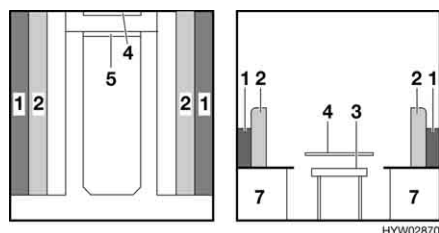

Fig. 49 Durante la trasformazione
- Alzare il piano del tavolo (Fig. 49,3) di circa 45°, sollevarlo dalla guida di supporto superiore (Fig. 49,4) e mantenerlo ad un angolo di 45°.
- Inserire il piano del tavolo nella guida di supporto inferiore (Fig. 49,5) con un angolo di 45° e deporlo sul pavimento con i puntelli.